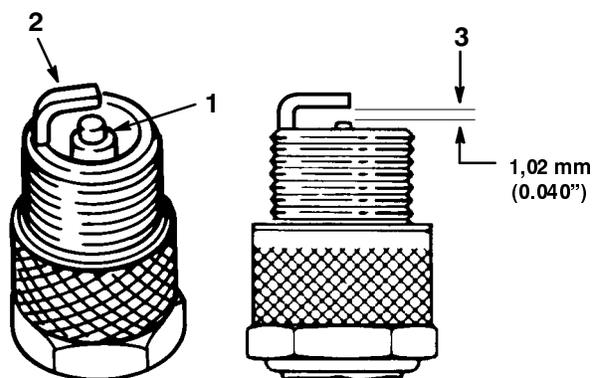

Figure 30
1. Inspecter le centre des bougies (Fig. 30). Si le bec de l'isolateur est recouvert d'un léger dépôt gris-brun, le moteur fonctionne correctement. S'il est couvert d'un dépôt noir, c'est généralement signe que le filtre à air est encrassé.
2. Contrôler l'écartement entre l'électrode centrale et l'électrode latérale (Fig. 30). Courber l'électrode latérale (Fig. 30) si l'écartement est incorrect.